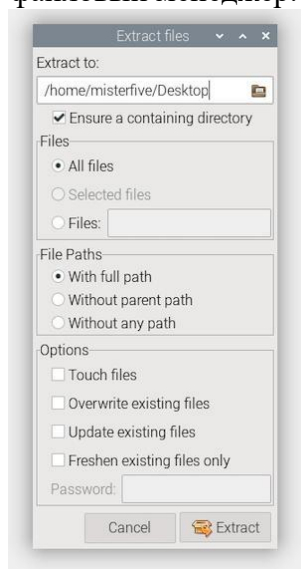

Рисунок 30. Меню извлечения файлов Raspberry Pi.
- c. Распакуйте файлы кода на устройство, щёлкнув правой кнопкой мыши по файлу RetINaBox-main.zip и выбрав «Извлечь в...». Выберите рабочий стол в качестве пути сохранения «Извлечь в:» и оставьте все остальные параметры без изменений, как показано ниже на **Рис. 30**. После этого на рабочем столе появится папка RetINaBox-main. Не изменяйте и не перемещайте эту папку. Теперь вы можете закрыть файловый менеджер.